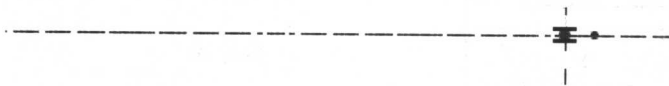

图 1-7 水平中心线
(3) 在工作区上选择基准平面 FRONT 作为草绘平面。拉伸截面在基准平面 FRONT 上绘制。用户可以选择与此基准平面关联的标签，或选择基准平面边界的任一部分，或者在模型树上选择这个基准平面。
(4) 要定向草绘环境, 选择“左”选项作为“草绘”对话框上的方向, 接着在工作区上选择基准平面 RIGHT。用户通过选择定向上的一个方向(例如顶、右、左和底)来定向草绘环境, 方向后面有一个定向方向上面对的平面。在这个例子中, 选择自动选择的定向方向。
(5) 选择“草绘”对话框上的“草绘”选项。拉伸特征需要草绘封闭截面。
(6) 关闭“参照”对话框。Pro/ENGINEER 使用参照将设计意图从父特征传递给子特征。Pro/ENGINEER 将自动选择最小数量的参照以允许草绘特征。用户可以使用“参照”对话框添加附加参照或删除参照。在这个例子中, 基准平面 RIGHT 和 TOP 已选作参照。
(7) 使用“创建中心线”按钮  建立一条水平的中心线, 如图 1-7 所示。“创建中心线”按钮位于草绘工具栏上“直线”按钮的后面。由于中心线并不拉伸成特征, 因此是非常有用的构造线。另外, 许多几何工具, 例如镜像图元和旋转特征, 都需要有一条中心线。需要注意的是, 中心线在工作区中也许看起来并不像是一条中心线。